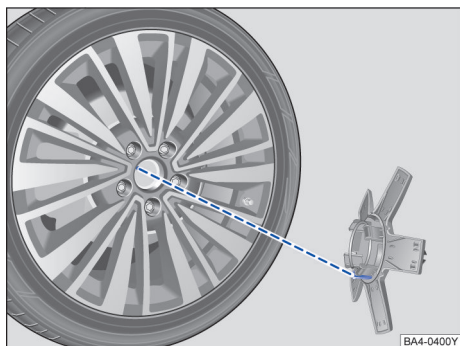

图 207 安装车轮螺栓的盖罩
- 车轮饰盖背面有定位销结构，铝车轮中心孔处有定位孔结构，两者要配合在一起才能保证车轮饰盖正确安装→ 图 207。